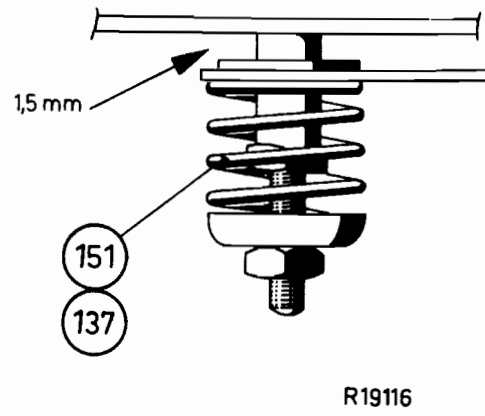

Fig.7
9. De afstand tussen de bovenkant van de motormontageplaat en de onderkant van de ophangbeugels moet 1,5 mm bedragen (zie fig. 7).